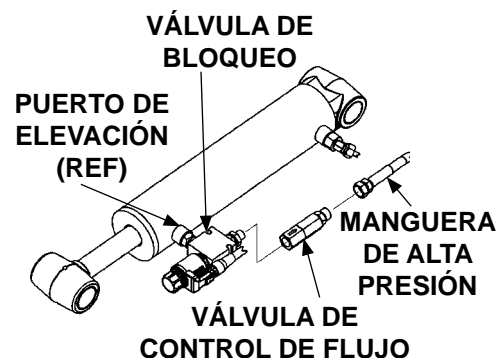

FIG. 38-3
6. Retire, inspeccione, limpie y reinstale la válvula de control de flujo en el cilindro entre la manguera de alta presión y la válvula de bloqueo (**FIG. 38-3**). Reemplace la válvula de control de flujo si es necesario (**FIG. 38-3**).